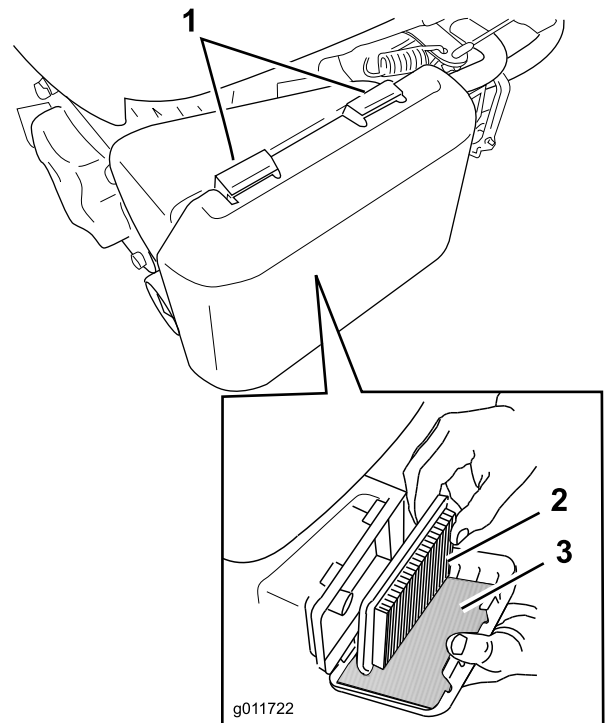

Figura 39
1. Presione hacia abajo los cierres de la parte superior de la tapa del filtro de aire (Figura 39).
3. Retire el filtro de aire de papel y el pre-filtro de gomaespuma (Figura 39).